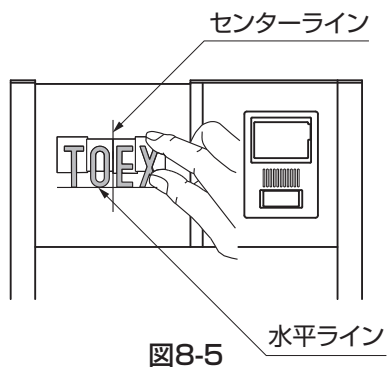

図8-5 水平ライン
- ③水平ラインと文字の位置を合わせて、文字をセンターラインから左右等間隔になるよう仮貼りしてください。(図8-5参照)